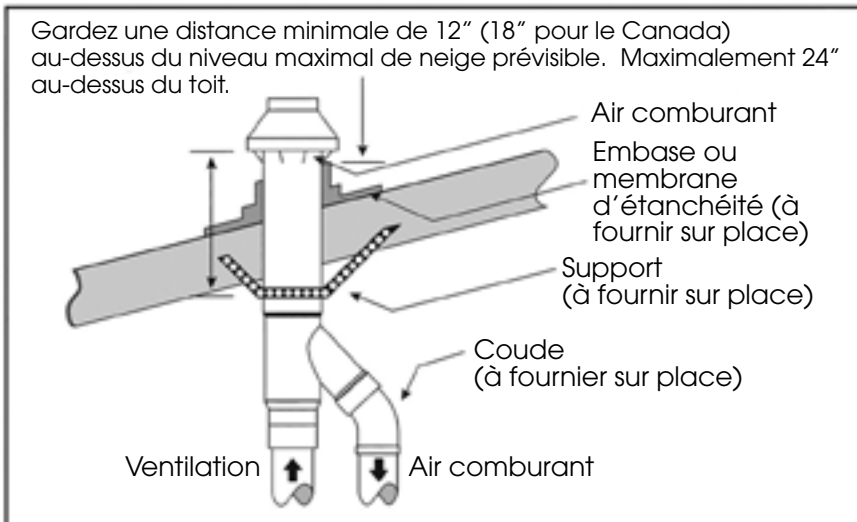

Figure 3: Détail de l'installation de toit typique
6. Installez l'assemblage du raccord et du tuyau en "Y" à travers l'orifice et à travers l'embase/la membrane d'étanchéité (fourni par l'utilisateur, la figure 3).
7. Fixez-le au toit (figure 3) en utilisant un cerclage en acier ou un support équivalent (fourni par l'utilisateur).
10. Référez-vous à la figure 3 pour la fixation correcte du tuyau.